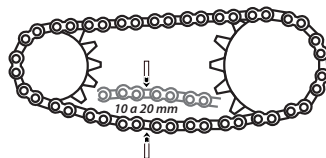

Imagen 29. Holgura de la cadena.
2. Mover la cadena con la mano hacia arriba y hacia abajo para revisar que su holgura esté entre 10 y 20 mm. Ver imagen 29.